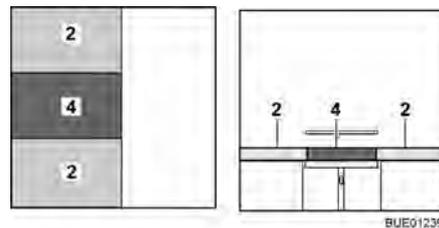

Fig. 87 Dopo la trasformazione
- Posizionare il cuscino aggiuntivo (Fig. 87,4) tra i cuscini del divano (Fig. 87,2).